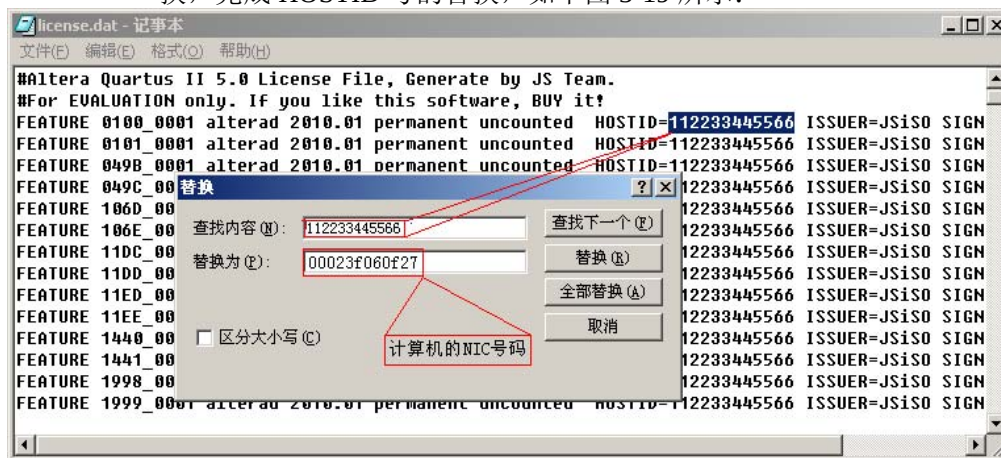

图 3-19 NIC 号码的替换
- B、用图 3-17 中的 NIC 号码替换掉文件中所有的“HOSTID=”后的相应号码。如我们的 NIC 号码为 00023f060f27，授权文件的 HOSTID=112233445566。则用 00023f060f27 替换所有的 112233445566。在编辑菜单中选取替换命令，在查找内容框内输入“112233445566”在替换为框内输入“00023f060f27”。点击全部替换，完成 HOSTID 号的替换，如下图 3-19 所示：